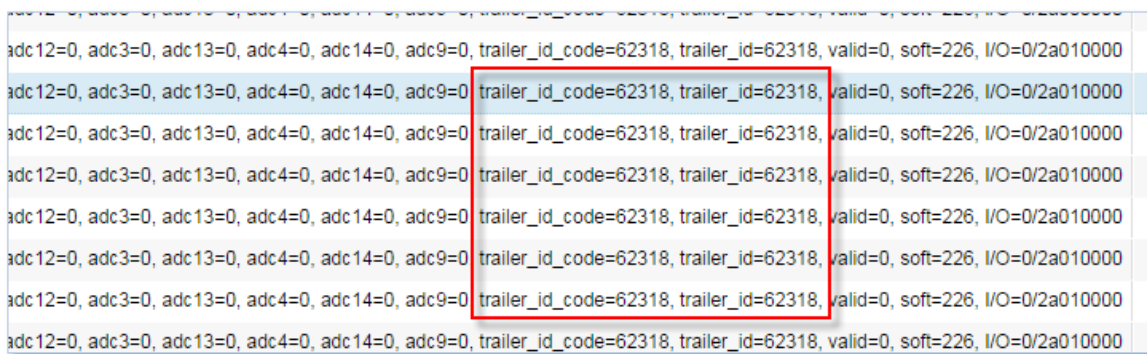

Рисунок 13. Данные о RFID метках в ПО мониторинга
- Убедитесь в поступлении данных в ПО мониторинга (Рис. 13). Данные о метках, прикладываемых к считывателю Matrix 5, отображаются в полях: